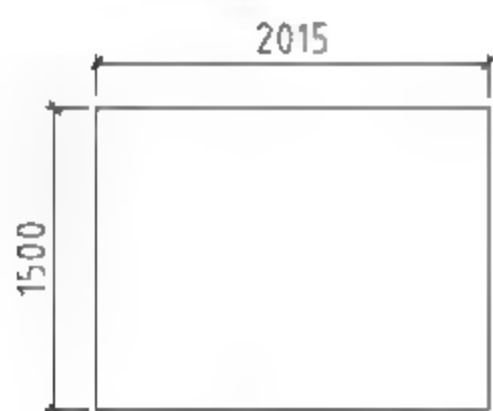

图8-81 绘制矩形
- 01 调用REC【矩形】命令，绘制尺寸为2015×1500的矩形，如图8-81所示。